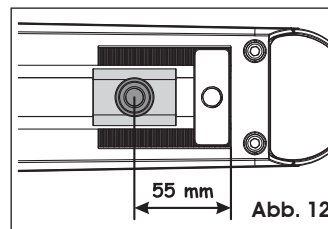
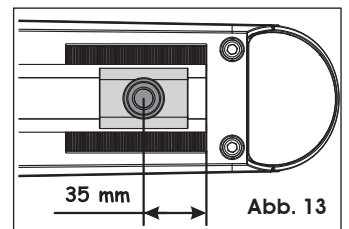

Abb. 12
Abb. 13
4. Sicherstellen, dass sich die hintere Befestigung an der jeweils angegebenen Position befindet: siehe hierzu Abb. 12 (mit mechanischem Anschlag beim Schließen) oder Abb. 13 (ohne mechanischen Anschlag beim Schließen). Wenn dies nicht der Fall ist, muss der Antrieb kurzzeitig mit Strom versorgt werden, um die Befestigung richtig zu positionieren.